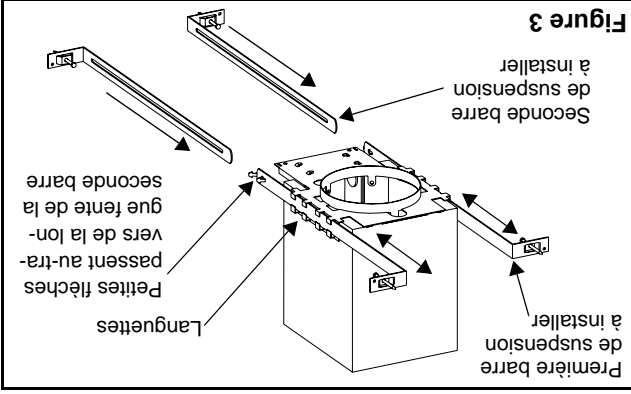

Figure 3
1. Glisser les barres de suspension entre les languettes du boîtier (voir fig. 3). De chaque côté, d'abord insérer la barre comportant deux petites flèches à son extrémité, faisant face vers l'extérieur. Ensuite, glisser la barre avec une longue fente par-dessus la première, laissant passer les petites flèches au travers de la longue fente. Placer le